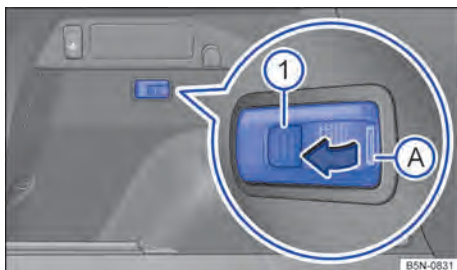

Fig. 186 À esquerda do compartimento de bagagem: lanterna removível.
- Pegar a lanterna removível na área → Fig. 186 ①.
- Para ligar, pressionar o botão → Fig. 186 ①. A lanterna acende com toda potência de iluminação.
- Dependendo da versão, pressionar o botão → Fig. 186 ① novamente para regular em 50 % da potência de iluminação.
- Pressionar o botão → Fig. 186 ① novamente para desligar a lanterna removível.
Desligar a lanterna removível e pressionar para dentro do suporte no sentido oposto ao da seta → Fig. 186.
- Alavancar a tampa da bateria recarregável com um objeto adequado por baixo da área → Fig. 186 A.